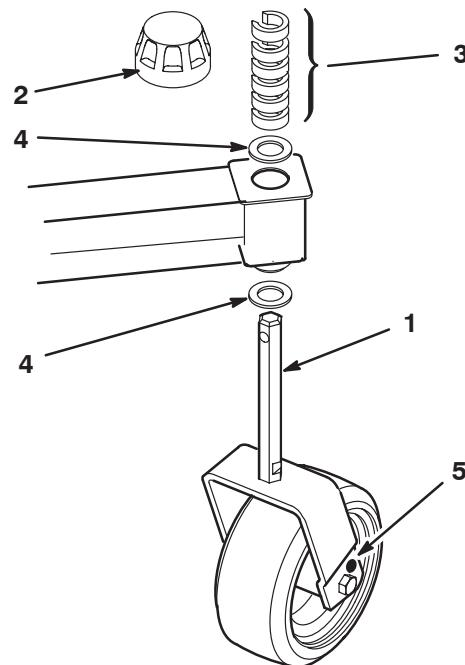

Bild 11
- Nehmen Sie die Spannkappe von der Spindelwelle ab (Bild 11).
- Entfernen Sie C-förmige Distanzstücke am schmalen Teil der Spindelwelle (oder legen Sie Distanzstücke auf) unter dem Laufradarm, um die gewünschte Schnitthöhe zu erhalten (Bild 11). Die Druckscheiben (nicht die Distanzstücke) müssen den Laufradarm oben und unten berühren.
- Bringen Sie die Spannkappe an, um die Teile zu befestigen (Bild 11).